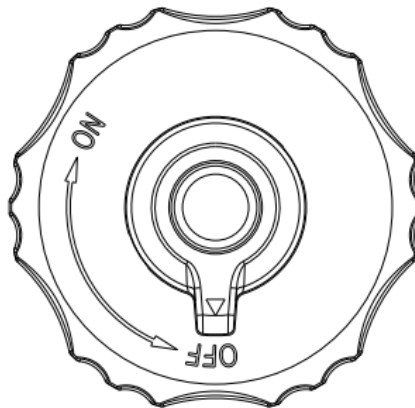

Рисунок 2-9.
3. Очистіть зону навколо паливної кришки та поверніть вентиль у положення ON. Див. рис. 2-9.